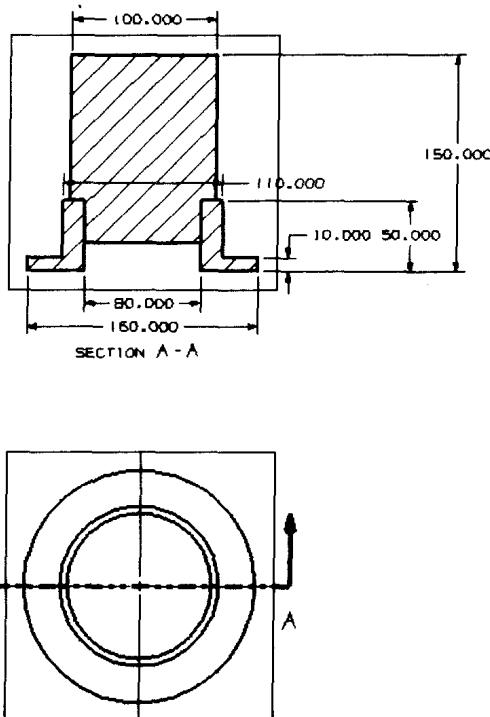

图 1-19 平面工程图
(1) 在装配部件环境中，选取【应用】/【制图】命令，进入制图模块。
(2) 首先在图纸区域放入俯视图，然后在俯视图的基础上产生剖视主视图，同时标注尺寸，其结果大致如图 1-19 所示（注：产生视图的方法参见后续章节，在此不予详细解释）。